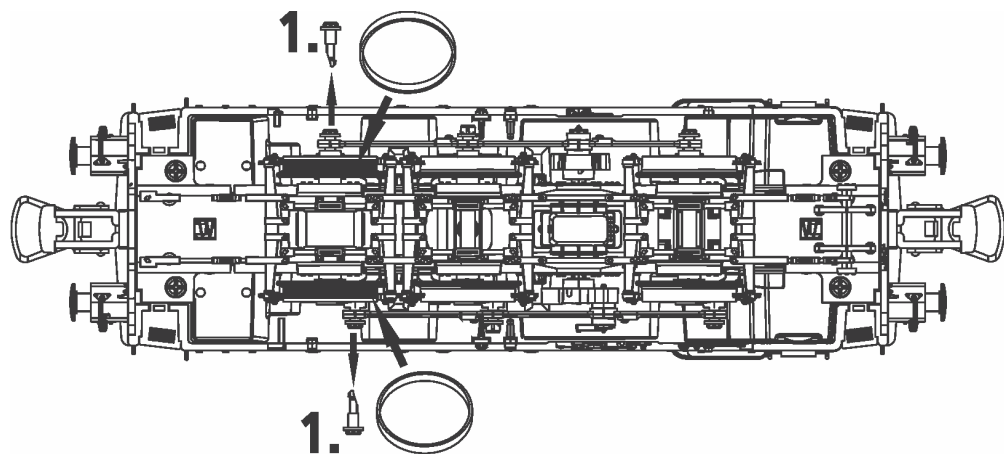

Fig. 7
1. Reinigung der Radstromkontakte: Radstromkontakte können auf unsauberen Schienen leicht verschmutzen. Entfernen Sie **vorsichtig** mit einem kleinen Pinsel **den Schmutz** an den in Fig. 7 gekennzeichneten Stellen.
1. Nettoyage des lames de courant aux roues: Les lames de contacts risquent de s'encrasser rapidement sur des voies poussiéreuses. Veuillez **enlever la poussière** aux endroits marqués à la fig. 7 à l'aide d'un petit pinceau souple.